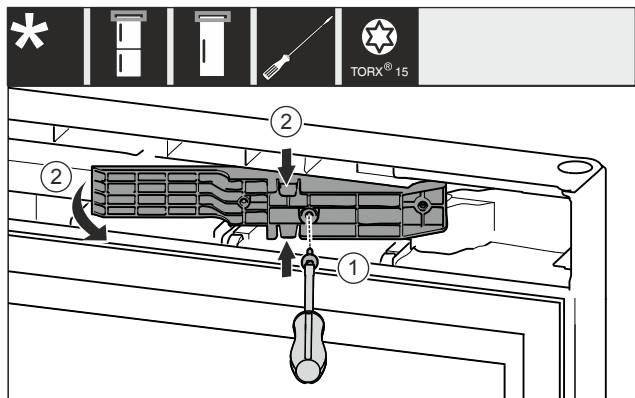

Fig. 12 *
- ▶ Ослабити гвинти за допомогою викрутки T15. Fig. 12 (1)*
- ▶ Витягнути деталь адаптера. Fig. 12 (2)*